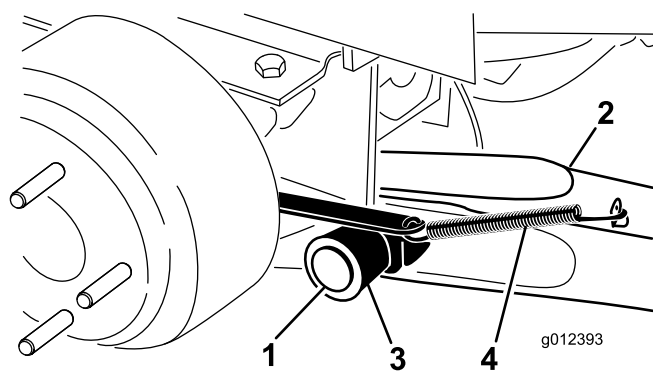

図 3
- ピボットピン 1 本、コッターピン 1 本を使って、ピボットブラケットに昇降アームを取り付ける 図 3。昇降アームを、曲がった部分が外側を向くようにして取り付ける。
7. ブレーキリターンズプリングを昇降アームのタブ引っ掛ける 図 3。